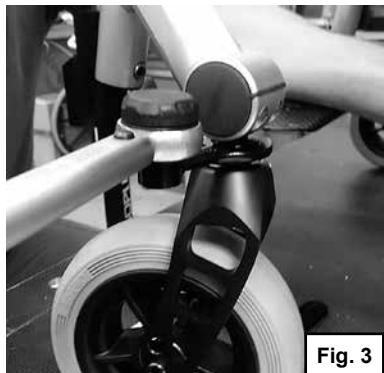

Fig. 3
- Undo the round nut between the fork and castor connection with the C spanner (Fig. 3)
- Lösen Sie die Rundmutter zwischen der Gabel und der Lenkradverbindung mit dem Hakenschlüssel (Fig. 3).